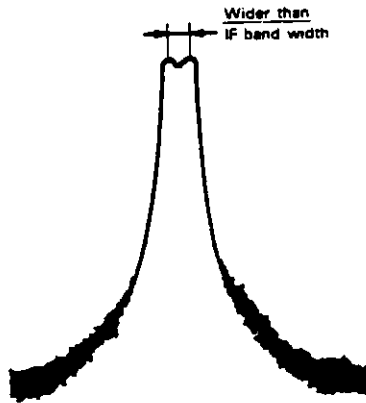

図 3-9 同じ振幅をもつ信号の分離能力の限界
- (2) **TUNING** つまみは、粗調と密調の2段つまみになっており、小さい方が密調（**FINE**）つまみで、可変範囲は10回転で2MHz以上の可変幅をもっています。したがって、通常**DISPERSION/DIV.** スイッチを**200kHz**以下に設定したとき**FINE** つまみを使用します。
- (3) **BAND WIDTH**（IFバンド幅）スイッチの設定は、周波数の分解能を決定します。例えば、**BAND WIDTH** スイッチが**1kHz**である時、2つの信号は**1kHz**以上離れていなければ分離することはできません（図3-9）。また、IFバンド幅を狭くしますと、応答時間が長くなりますので、**TIME/DIV.** スイッチの値を大きくしなければなりません。
- (4) IF バンド幅は、一般に 3dB 帯域幅で規定されています。また、フィルタには選択度というフィルタを特性づける要素があり、これは 60dB 帯域幅と 3dB 帯域幅との比によって規定しています。したがって、選択度が良いということは、振幅の異なる信号を区別する能力がすぐれていることになり、実際に使用する上での振幅の異なる信号の分離能力といえます。例えば、本器のように IF バンド幅選択度が 5 : 1 である場合、振幅が 60dB 異なっている 2 つの信号を完全に分離して観測するには、IF バンド幅の 2.5 倍以上の周波数差が必要となります。